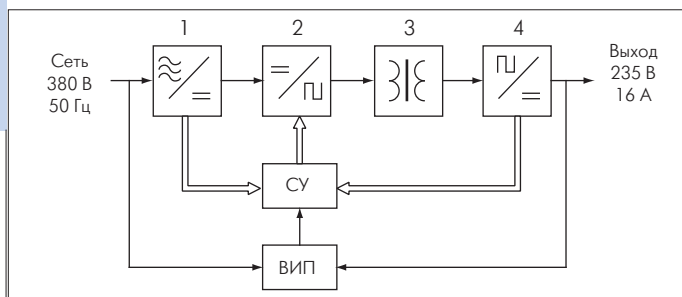

Рис. 2. Структурная схема канала ПН
Рассмотрим перечисленные функциональные блоки СБЭПТ. Из структурной схемы канала ПН (рис. 2) видно, что он состоит из трехфазного выпрямителя (1) с емкостным фильтром и преобразователя постоянного напряжения, в состав которого входит мостовой IGBT-инвертер (2), двухобмоточный трансформатор (3) и диодный выпрямитель (4) с выходным LC-фильтром. Кроме того, в состав канала входит микропроцессорная система управления (СУ) и вторичный источник питания (ВИП).